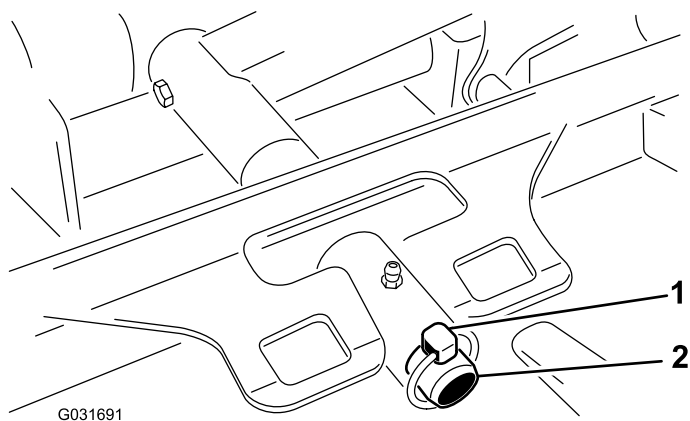

Figura 97
3. Togliete l'acciarino che fissa il telaio portante del piatto di taglio al perno di articolazione del braccio di sollevamento (Figura 97).
3. Fate scorrere il telaio portante del piatto di taglio sul perno orientabile del braccio di sollevamento e fissatelo con l'acciarino (Figura 97).